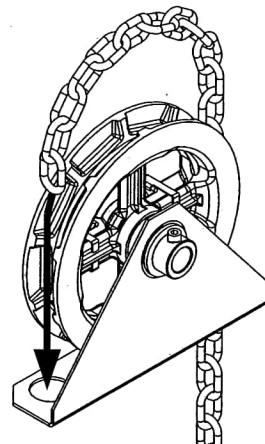

Figura 10 - Instalación de la cadena en la polea
1. Pasar la cadena manual a través de la polea de cadena y por medio de la guía de cadena (ver la Figura 10).